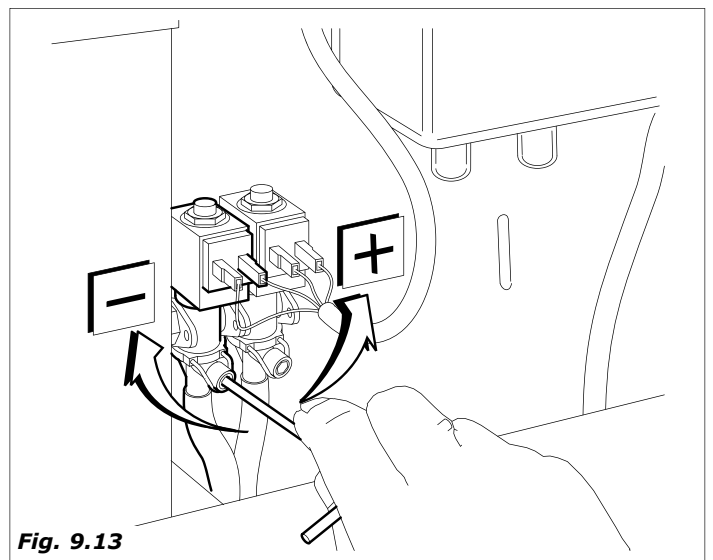

Fig. 9.13
- Para obtener un buen caudal en la batidora, abrir el tornillo de la electroválvula (Fig.9.13).